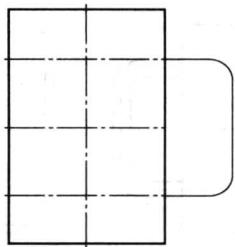

图 2-6 杯子把轮廓
(4) 单击“绘图”工具栏中的“过渡”按钮∇，圆角半径输入15，选择相应直线，倒圆角后如图2-6所示。